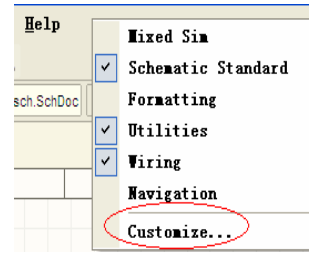

图 5.1
5.1.1 在菜单条空白处点击右键,在弹出菜单中选择 Customize...图 5.1